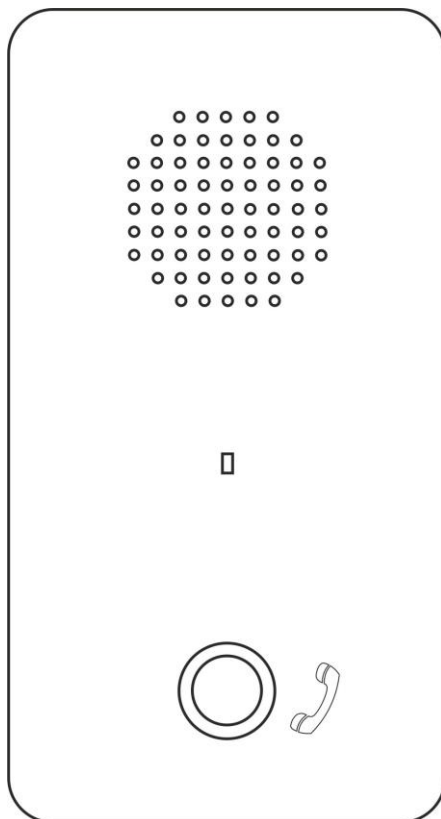

Рисунок 5.4. Абонентское устройство громкой связи GC-2001B1
1. Абонентское устройство громкой связи GC-2001B1 (рис.5.4).